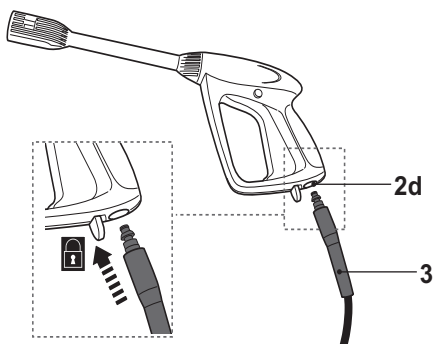
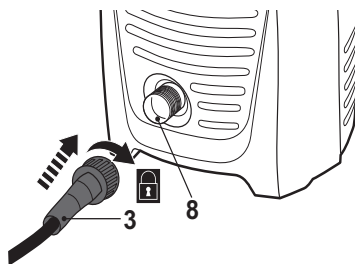

Fig. 3
Fig. 4
- > Insira o conector da mangueira de pressão (3) na porta de ligação da mangueira (2d). Certifique-se de que encaixa corretamente (Fig. 3).
- > Remova a tampa (8a) da saída de água (8).
- > Aparafuse a mangueira de pressão (3) no sentido dos ponteiros do relógio à saída de água (8). Certifique-se de que a ligação está devidamente apertada (Fig.4).